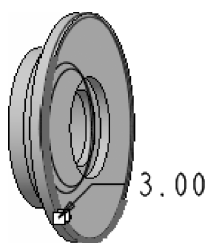

图 7-121 倒圆角 1
- (4) 单击【工程特征】工具栏中的【倒圆角】按钮，在消息区弹出【倒圆角】操控板。选项如图 7-121 所示的边线，在对话框的【圆角半径】组合框中将半径值修改为“3”。